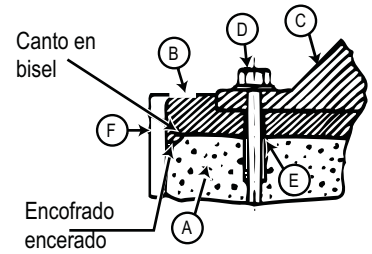

Figura 1 — Equipo normal
2. La superficie de concreto deberá desbastarse para que el agregado quede expuesto y asegurar que toda la lechada de cemento y los materiales sueltos se eliminen. Es deseable que bisele la orilla del concreto 45 grados a un ancho de cerca de 51 mm (2 in). (Vea Procedimientos típicos de Aplicación más adelante, Figura 1)